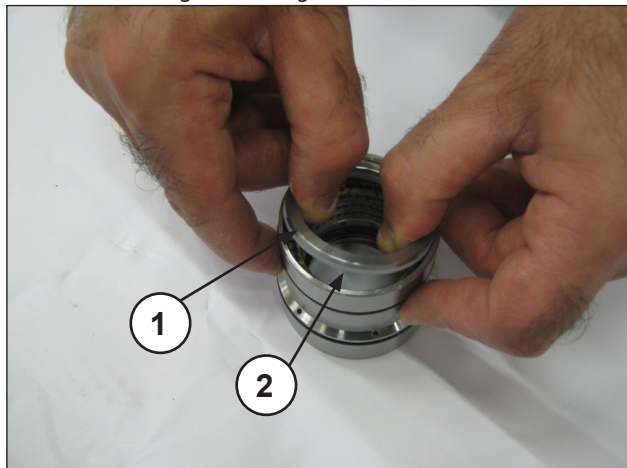
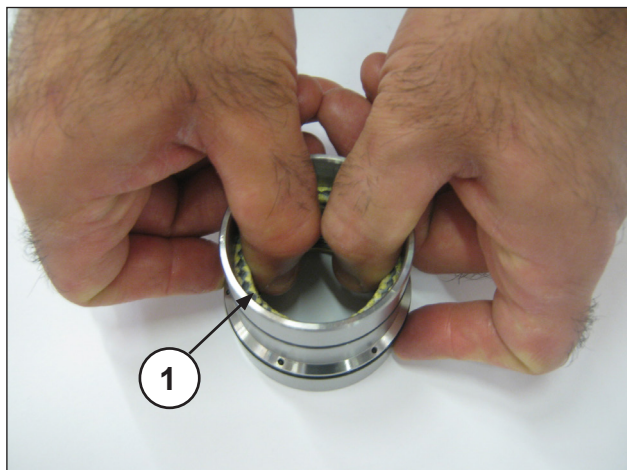

Abb. 25
Abb. 26
Trennen Sie den Dichtungshalter von der Buchse, entnehmen Sie den Federring und den Abstreifring (Pos. ①②, Abb. 25), um die Druckdichtungen freizulegen (Pos. ①, Abb. 26).